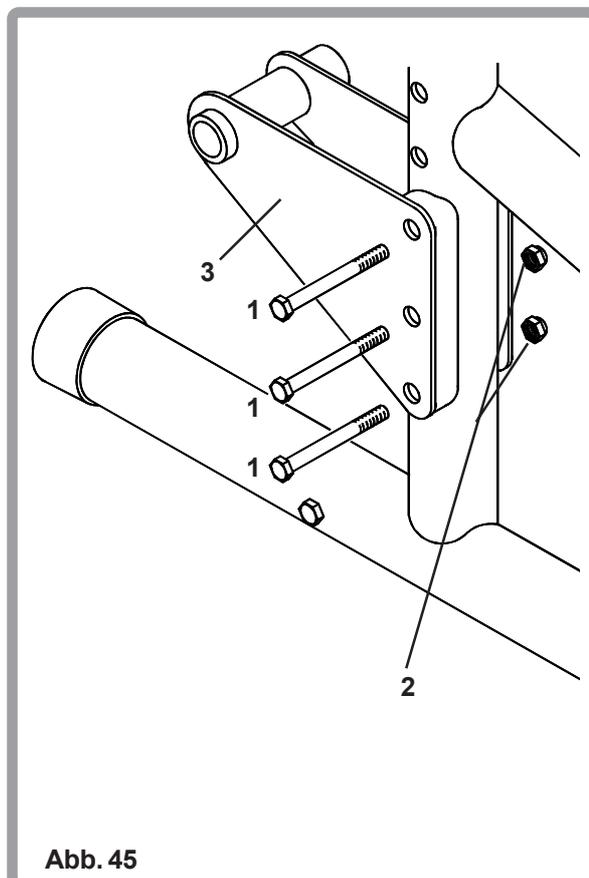

Abb. 45
Nach Bedarf kann Ihr Zippie TS mit verlängerten Radhalteplatten ausgerüstet werden. Entfernen Sie als erstes die Standard Radhalteplatten. Die verlängerten Radhalteplatten (3) werden mit 3 Schrauben (1) und Muttern (2) befestigt (Abb. 45).